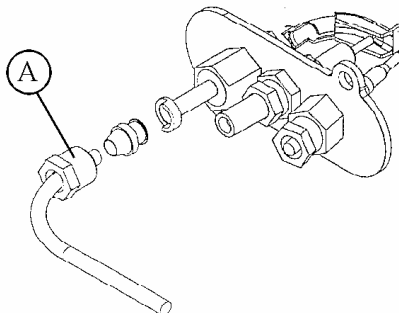

Fig. 6
De spanmoer (A) van de waakvlamleiding losdraaien en de leiding uit de waakvlambrander trekken (fig.6).
Dévissez l'écrou (A) autour de la conduite de la veilleuse et retirez la conduite (fig.6).
De spanmoer (A) van de waakvlamleiding losdraaien en de leiding uit de waakvlamblander trekken (fig.6).